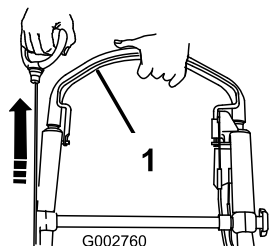

Bild 24
2. Drücken Sie den Schaltbügel zum Bügel und ziehen Sie am Rücklaufstarter (Bild 24).